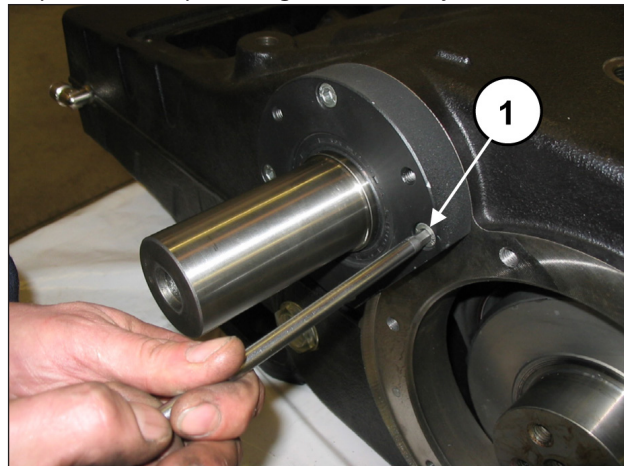
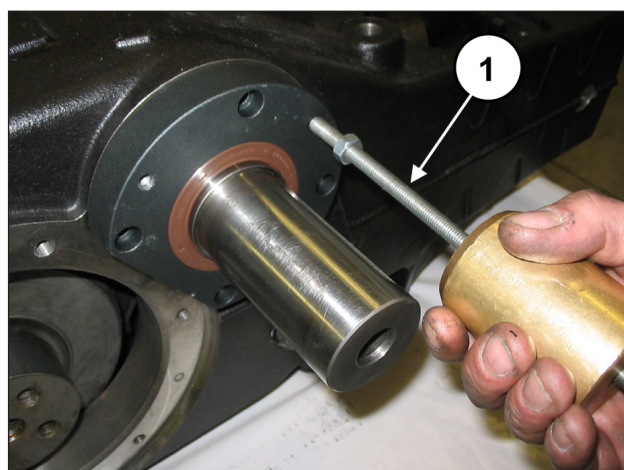

Fig. 26
Fig. 27
Desaperte os parafusos de fixação da tampa do rolamento PTO direito e esquerdo (pos. ①, Fig. 26) e extraia as duas tampa do eixo PTO. Para facilitar a desmontagem, use 3 grãos ou parafusos M8 (pos. ①, Fig. 27) com a função de extratores.